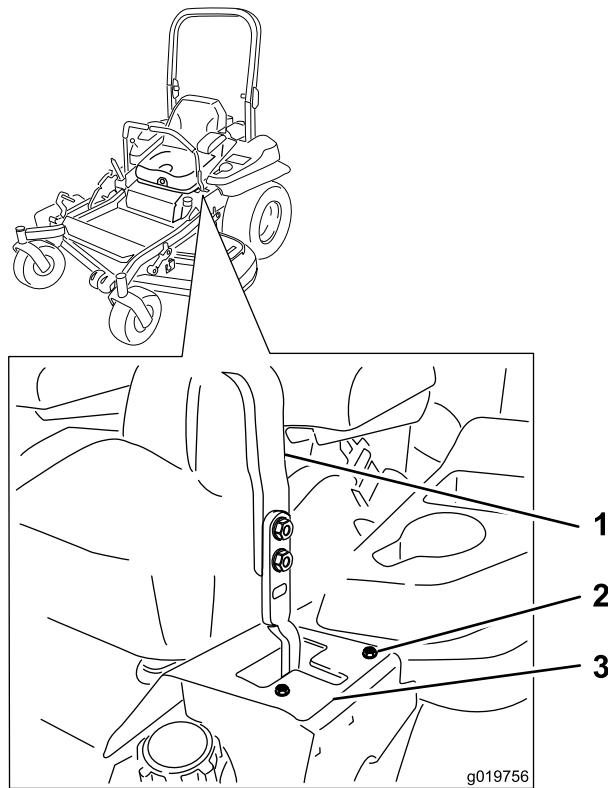

Figure 61
7. Si elle se déporte à gauche, desserrez les boulons et déplacez la plaque de butée droite en arrière sur la fente en T droite, jusqu'à ce que la machine se déplace en ligne droite (Figure 61).
8. Serrez les boulons de la plaque (Figure 61).
6. Si elle se déporte à droite, desserrez les boulons et déplacez la plaque de butée gauche en arrière sur la fente en T gauche, jusqu'à ce que la machine se déplace en ligne droite (Figure 61).